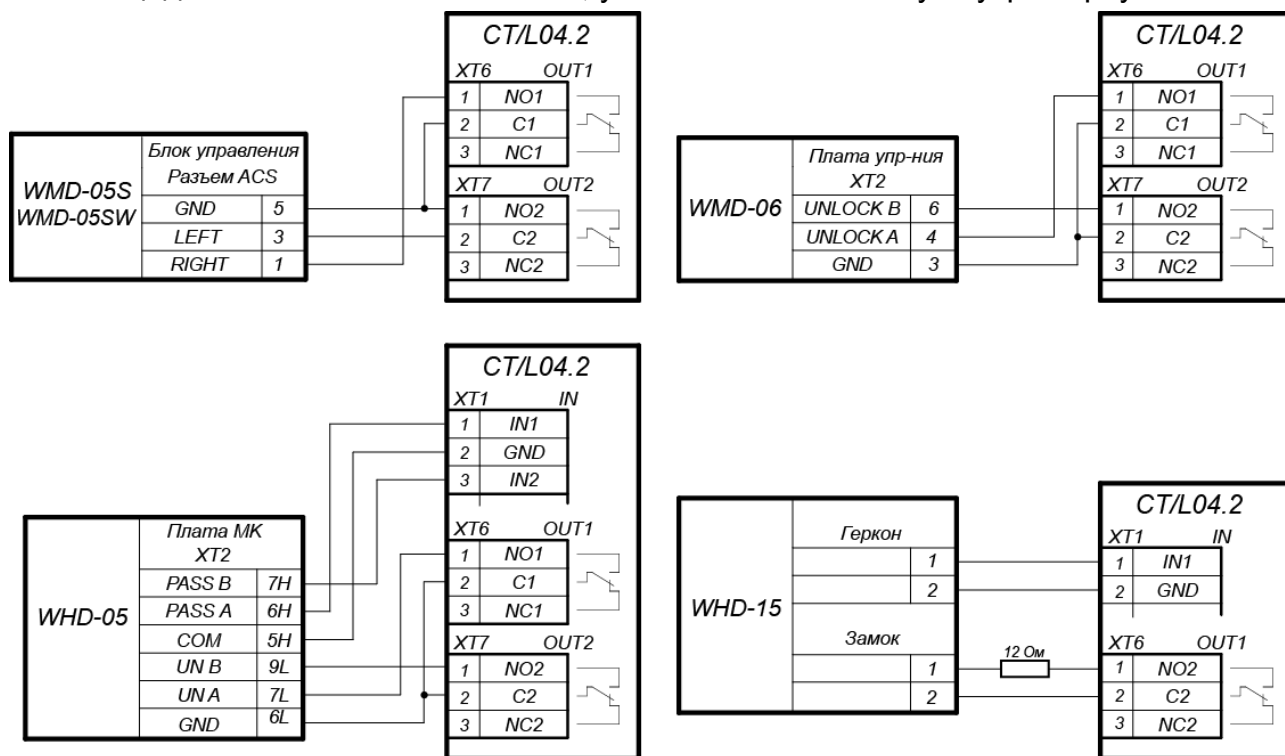

Рисунок 7. Схемы подключений калиток
3. Калитка (блок управления калиткой) подключается к клеммным колодкам **XT1**, **XT6**, **XT7** нижней платы контроллера в соответствии со схемой для данного типа калитки (см. рис. 7).